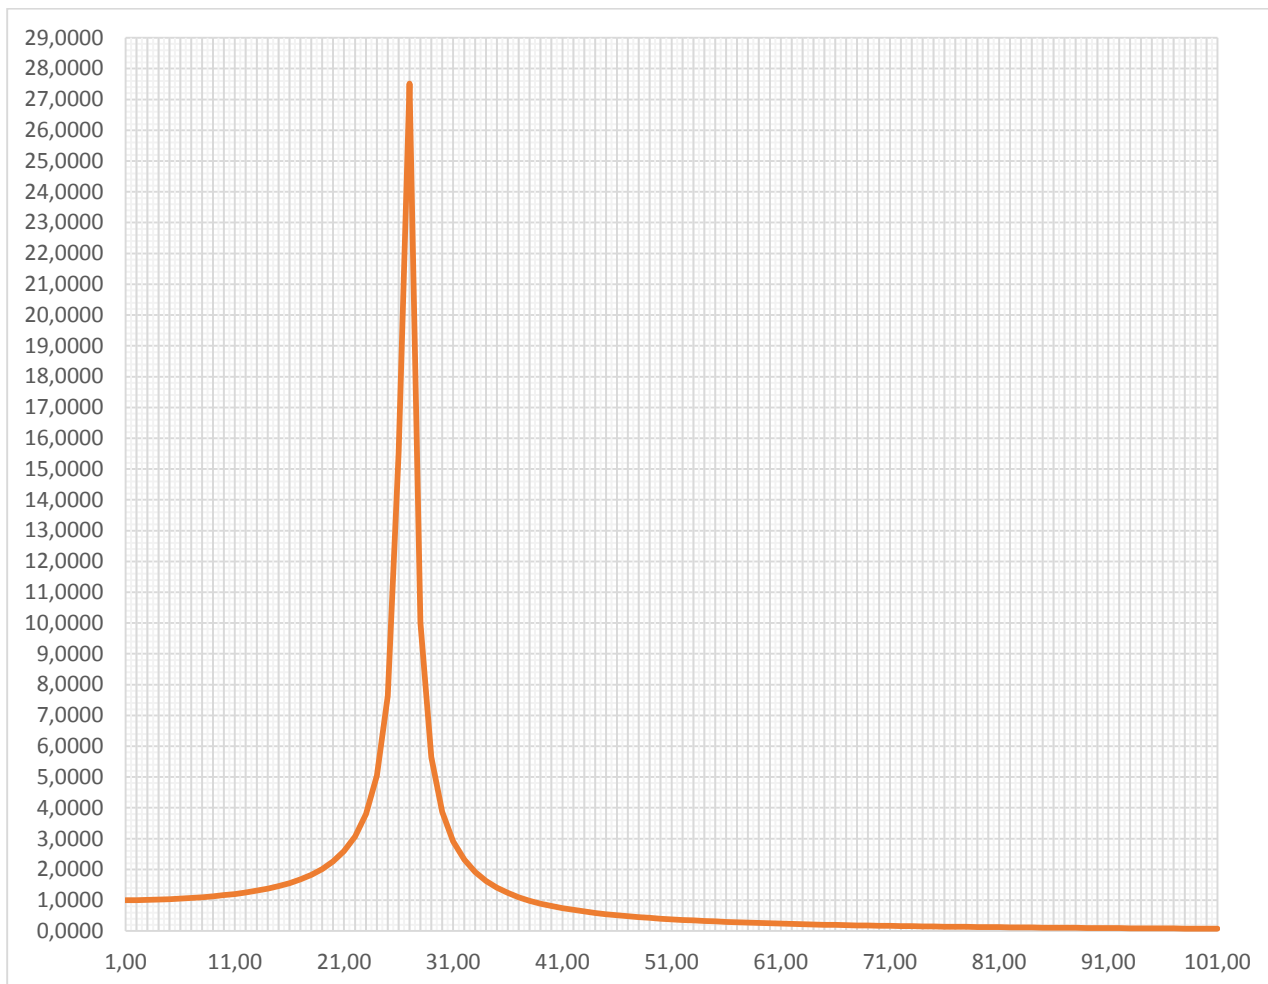

Рис. 2. Пример вычисления АЧХ колебательного контура в диапазоне от 1 до 101 кГц при  $C=17900$  пФ,  $L=1,975$  мГн и  $R=10,5$  Ом;  $f_{pH}=26,77$  кГц.
**Задание 3.** По таблице задания 2 построить графики как на Рис. 1 и Рис. 2.